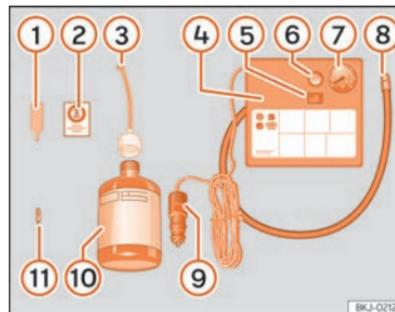

Fig. 201 Representación estándar: contenido del kit antipinchazos.
El kit antipinchazos se encuentra en el compartimento del maletero bajo el revestimiento del suelo. Incluye los siguientes componentes >>> **fig. 201:**
- Desenrosque la caperuza y el obús de la válvula del neumático. Utilice el aparato >>> fig. 201 ① para extraer el obús. Colóquelo en una superficie limpia.
- Agite con fuerza la botella de sellante de neumáticos >>> fig. 201 ⑩.
- Enrosque el tubo de inflado >>> fig. 201 ③ en la botella de sellante. El precinto de la botella se romperá automáticamente.
- Retire el tapón del tubo de llenado >>> fig. 201 ③ y enrosque el extremo abierto del tubo en la válvula del neumático.
- Vuelva a colocar el obús con el aparato >>> fig. 201 ① en la válvula del neumático.
- Enrosque el tubo de inflado del neumático del compresor >>> fig. 201 ⑧ en la válvula del neumático.
- Compruebe que el tornillo de evacuación de aire está cerrado >>> fig. 201 ⑥.
- Acople el conector >>> fig. 201 ⑨ a toma de corriente de 12 voltios del vehículo >>> pág. 192.
- Conecte el compresor de aire con conmutador ON/OFF >>> fig. 201 ⑤.
- Pegue el adhesivo >>> fig. 201 ② en el cuadro de instrumentos, dentro del campo visual del conductor.
Vuelva a enroscar el tubo de inflado >>> fig. 201 ⑧ y compruebe la presión en el manómetro ⑦.